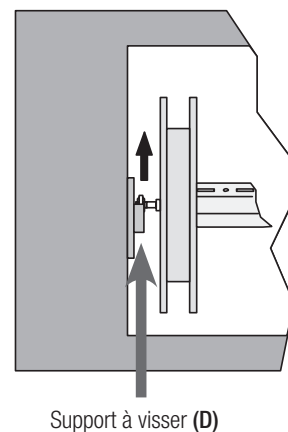

Fig. 6
3. Soulever le rouleau en le dégageant du support à visser (fig. 6 réf. D).